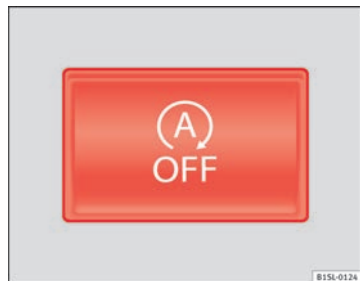

Fig. 103 Sur la console centrale supérieure : touche du système Start-Stop.
- Appuyez sur la touche  située sur la console centrale ⇒ fig. 103.